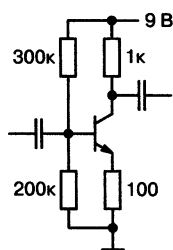

Рис. 1.17. Есть лишние детали?
**Радиоловитель:** Я убедился, что каскад по рис. 1.17 работает, но вдруг заметил, что забыл припа-